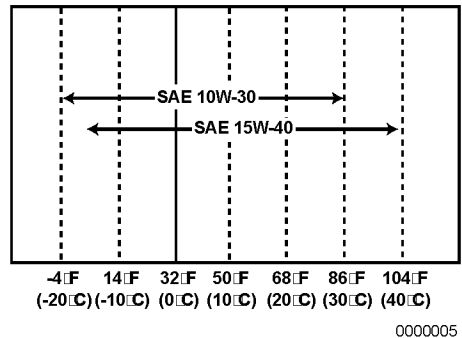

Figure 3
- Sélectionnez la viscosité de l'huile selon la température de l'air ambiant où le moteur sera utilisé. Reportez-vous au Tableau de viscosité du SAE (**Figure 3**).